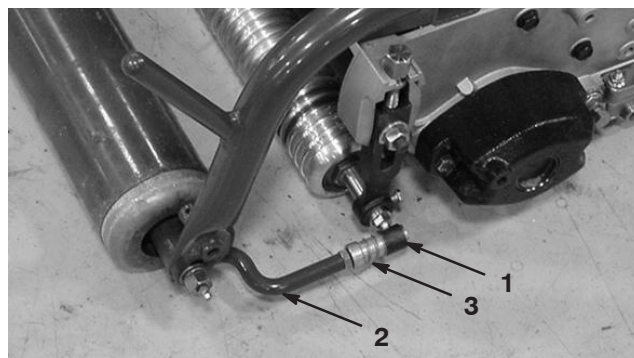

Figure 12
4. Repoussez la gaine sur la rotule et tournez le bras de traction vers le bas pour que la boîte s'adapte sur la sphère. Relâchez la gaine pour qu'elle vienne recouvrir le goujon, ce qui solidarise les ensembles (Fig. 12).
6. Alignez les boîtes des rotules de sorte que le côté ouvert soit centré vers la sphère. Serrez les contre-écrous pour fixer les boîtes de rotules en position (Fig. 12).